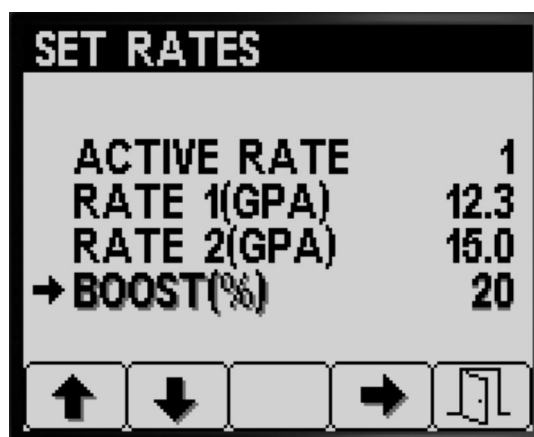

Figura 8
1. Prima o botão 1 ou 2 para navegar para a opção Percentagem da taxa de aumento (Figura 8).